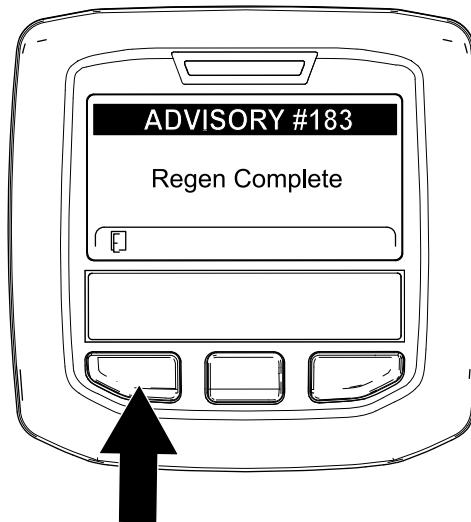

Figura 69
N.º 183 (Figura 69). Prima o botão esquerdo para sair para o ecrã inicial.
Nota: Se a regeneração não for concluída, o InfoCenter apresenta o Aviso N.º 184 (Figura 69). Prima o botão esquerdo para sair para o ecrã inicial.